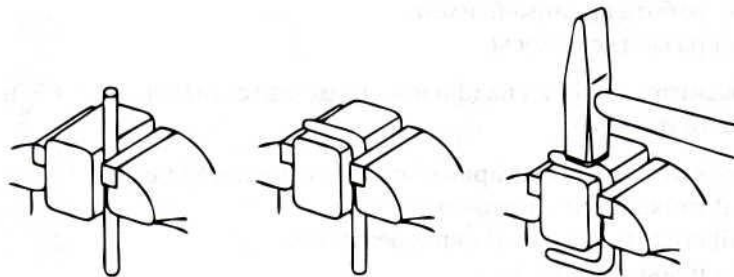

Рис. 1.8
21. Укажите, какая слесарная операция показана на рис. 1.8: